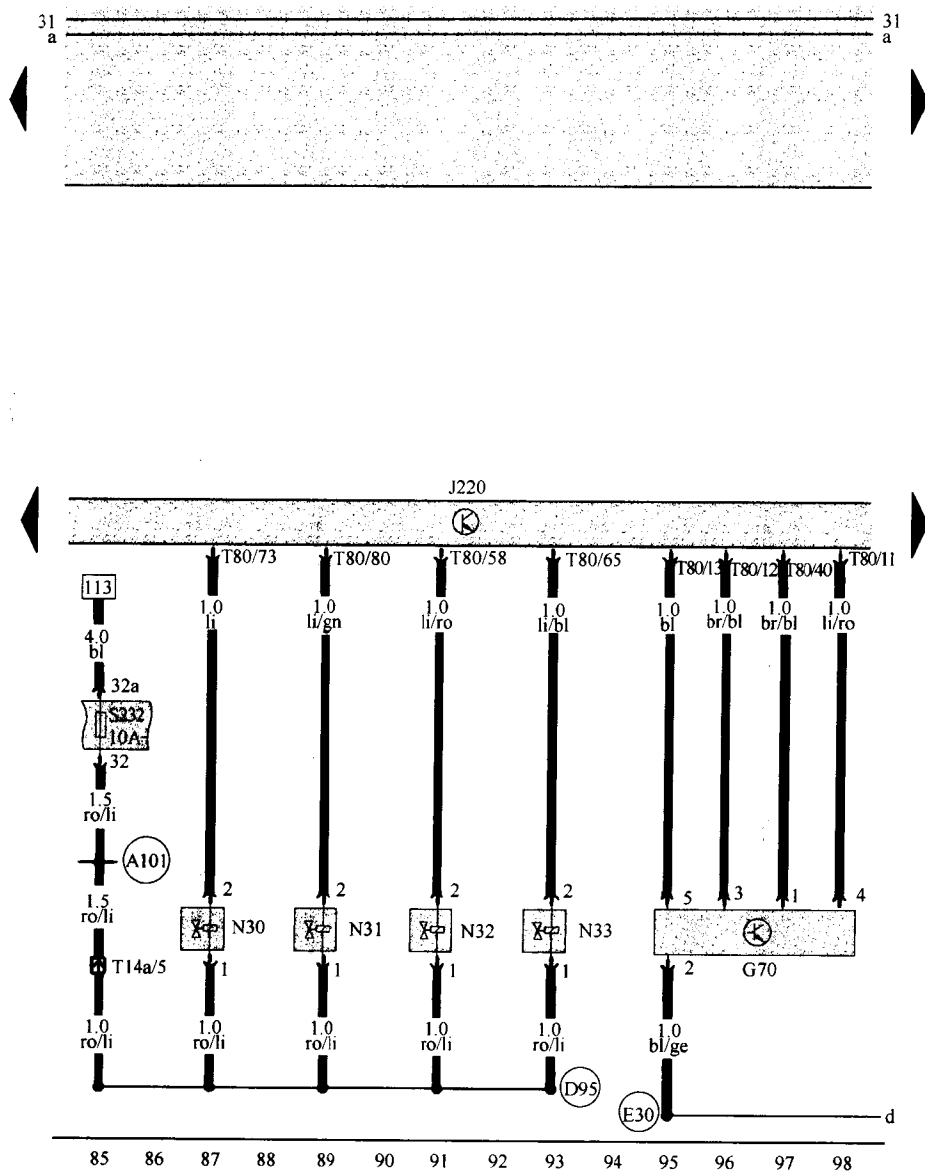

图 1-4 喷油器与空气流量计电路图
⑥08-搭铁点,在流水槽中部;
①21-连接(high-bus),在仪表板线束内;
①22-连接(low-bus),在仪表板线束内;
(4) 多点喷射控制单元, 喷油器, 空气流量计(如图 1-4 所示)